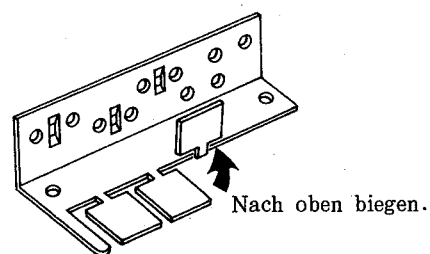

Abb. 36
- (6) Die Abdeckung des Kabelklemmen-Montageschlitzes am Kabelhaltewinkel nach oben biegen (siehe Abb. 36), und dann den Haltewinkel an der Kabelbefestigungsplatte festschrauben.